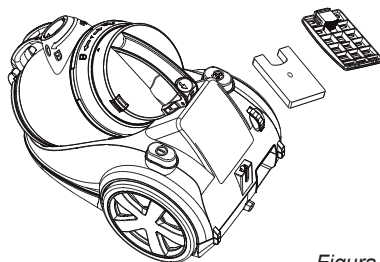

Figura 12
2. Aprire il coperchio del filtro d'uscita tirando il bordo del coperchio stesso. Estrarre il filtro d'uscita dall'apparecchio; vedere figura 12.